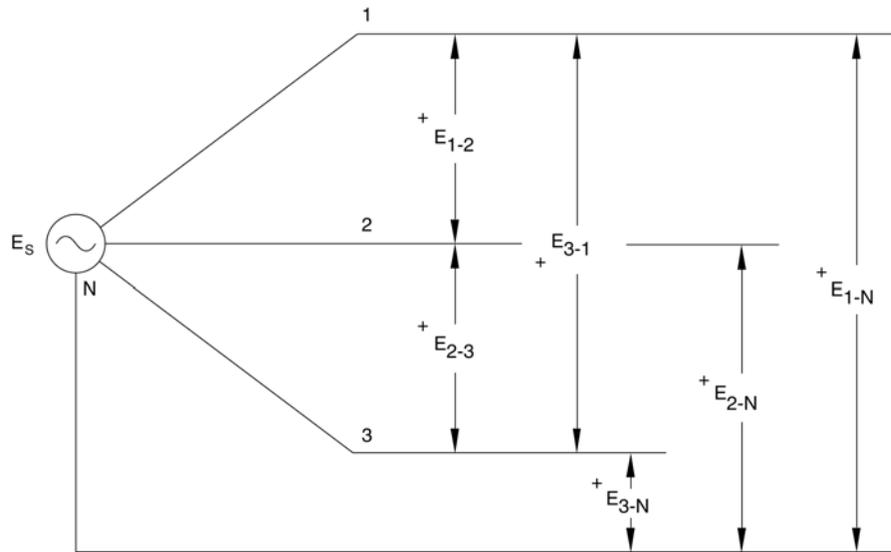

Figure 6-5. Mesure des tensions de ligne et de phase.
- 5. Raccordez les appareils de mesure E1, E2 et E3 de façon à mesurer les tensions ligne à neutre et ligne à ligne fixes du Bloc d'alimentation de la figure 6-5.